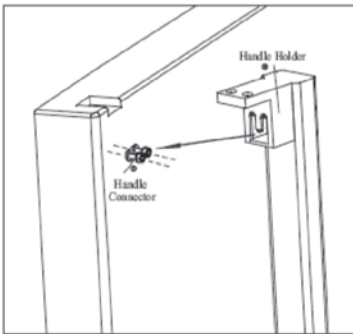
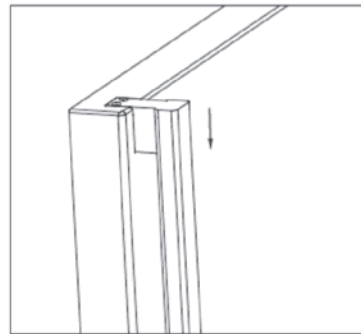

Abbildung 1
Abbildung 2
- 1) Setzen Sie die Aussparung des Griffes (1) in das Verbindungsstück (2) ein; orientieren Sie sich dabei an Abbildung 1. Ziehen Sie den Griff anschließend kräftig nach unten, bis sich der Griff in einer Linie mit der Oberkante der Tür befindet siehe Abbildung 2.